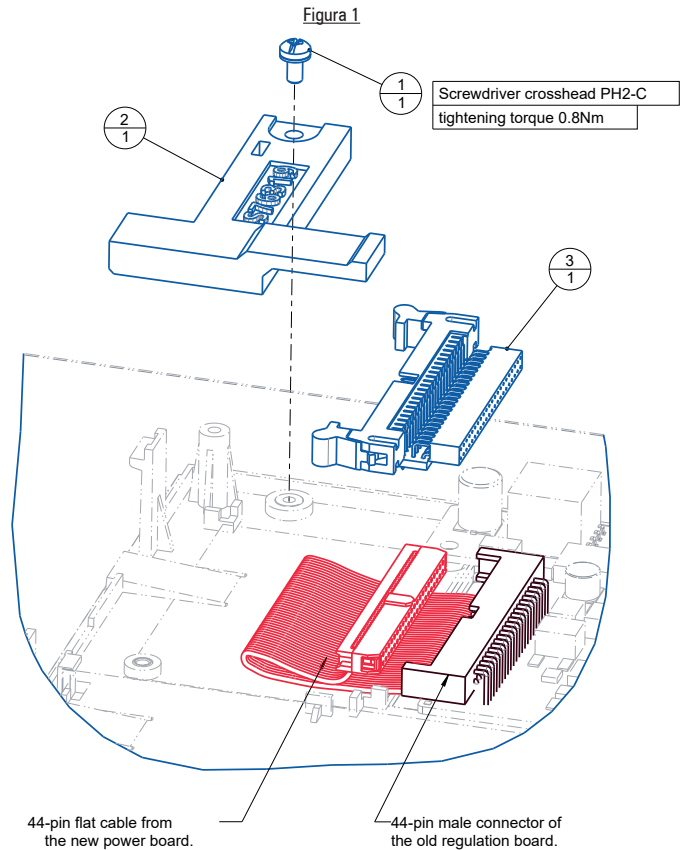

Figura 2
2. Agganciare il connettore di adattamento (lato 44-pin femmina) al connettore maschio della scheda di regolazione, vedere Figura 2;